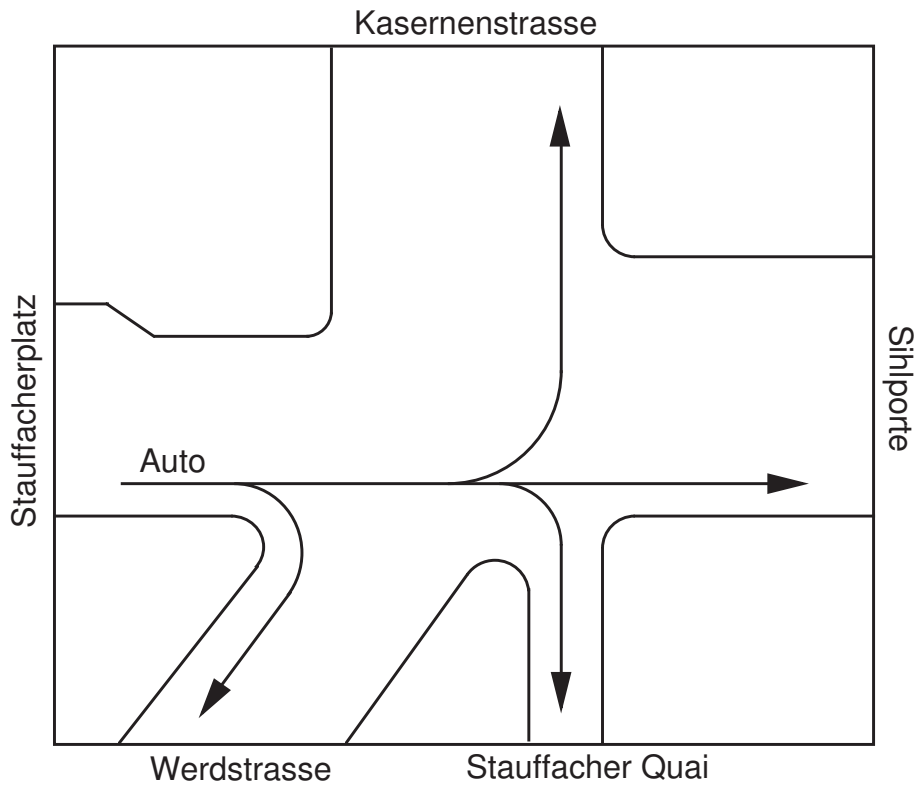

Abbildung 7: Grünlichtkombination 5.
- Abb. 7 zeigt die Grünlichtkombination 5, in dem die Autos vom Stauffacherplatz grün haben.
Z5	Grünlichtkombination 5 (Abb. 7)